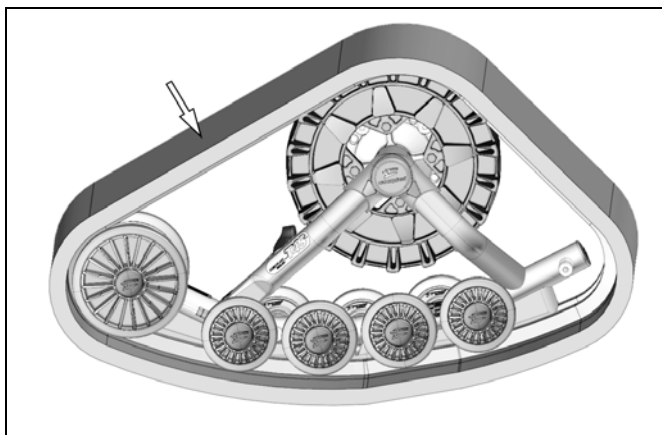

Abbildung 29
- Montieren Sie die Gummikette. Siehe Abbildung 29.